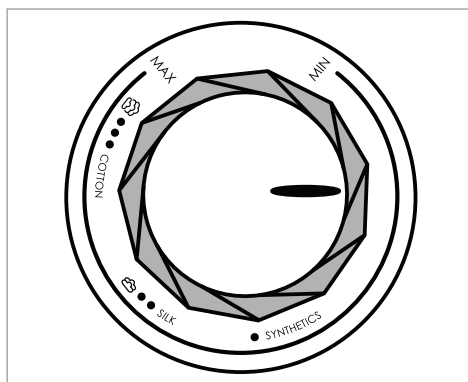

Bild 2
3) Ställ in önskad temperatur med temperaturreglaget 6 (se tabell nedan och bild 2).